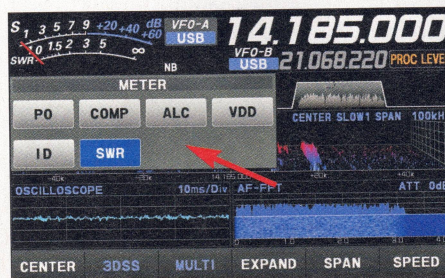

Bild 8: Anzeigoptionen des S-Meters
Die Anzeige des S-Meters ist variabel anpassbar. Nach einem kurzen Druck auf die Anzeige öffnet sich ein Auswahlmü mit den Optionen für Sendeleistung, Kompression, Automatische Pegelkontrolle (ALC), Drainspannung (VDD), Drainstrom (ID) und SWV (SWR), Bild 8. Auch die darunter angeordneten Anzeigen für Abschwächer von 6 dB, 12 dB oder 18 dB, zwei Vorverstärker, das digitale Notch-Filter DNF und AGC-Einstellungen führen bei Antippen zu Auswahlmü.